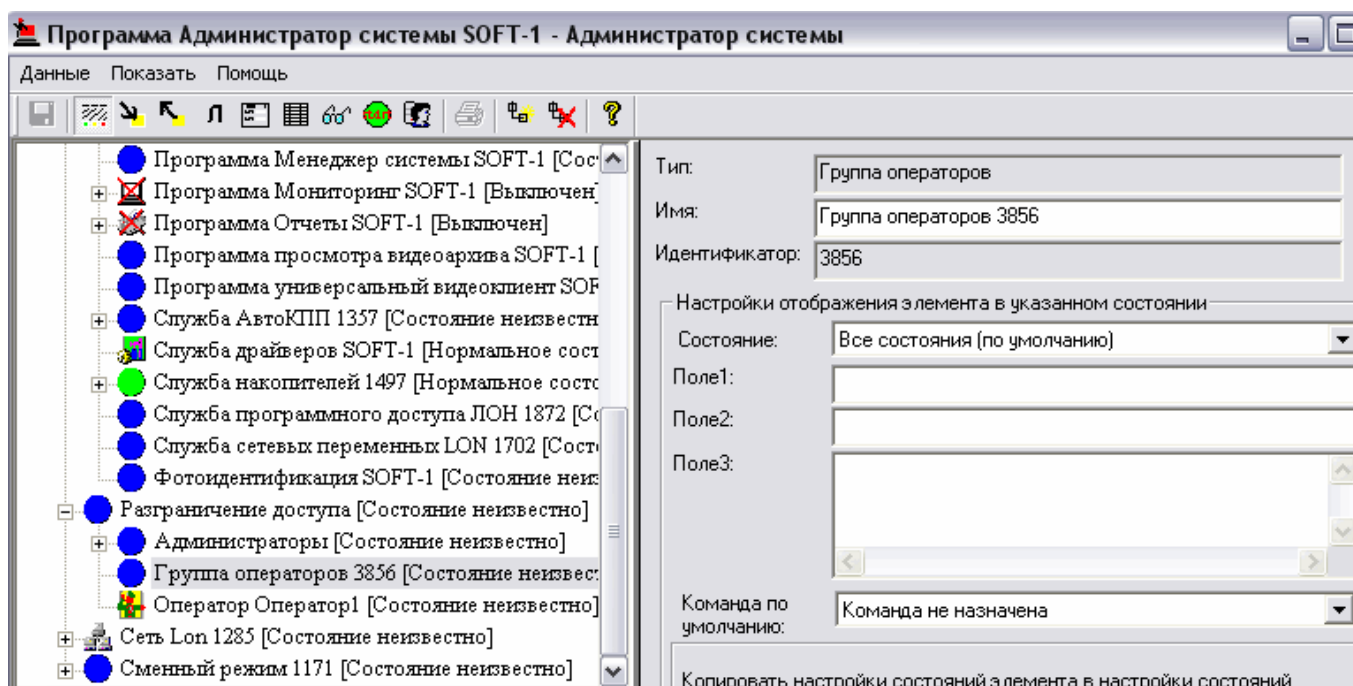

Рисунок 21 — Общие свойства элемента **Группа операторов**
2. В дереве элементов к **Системе безопасности** или к какой-либо группе операторов (**Разграничение доступа** или другой) добавьте группу операторов. При добавлении новой группы операторов программа предложит заполнить имя группы. Вы можете сделать это либо при добавлении, либо после - в окне свойств на вкладке **Общие свойства** (рисунок 21).